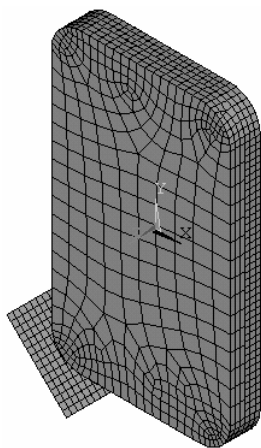

图 9-22 划分网格后的模型
- (3) 然后分别划分下壳、上壳、地板的网格 (见图 9-22)。